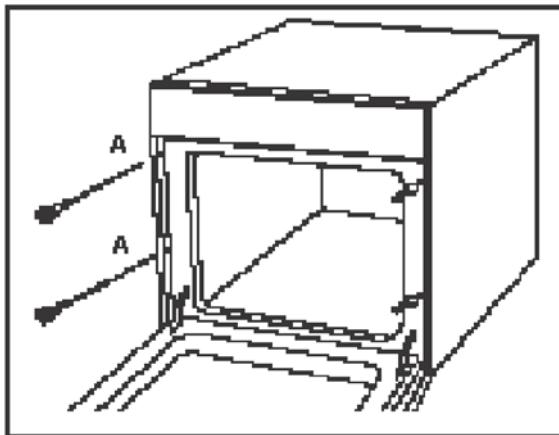

Рис. 4
**4.3.2.** Откройте дверцу и прикрепите духовку к кухонному шкафчику четырьмя болтами, подходящими к отверстиям с обеих сторон рамки духовки (A). (см. рис.4)